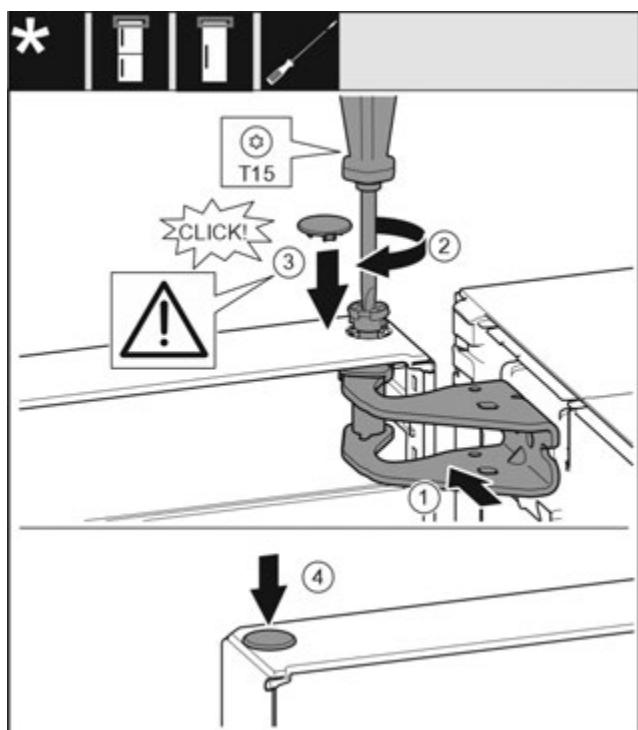

Fig. 19
- ▶ Вирівняйте дверцята зверху по отвору в опорному кронштейні. Fig. 19 (1)
- ▶ Вставте палець та закрутіть за допомогою викрутки T15. Fig. 19 (2)
- ▶ Встановіть захисну кришку для захисту дверцят: вставте захисну кришку і проконтрольуйте, щоб вона прилягала до дверцята. Якщо це не так, повністю вставте палець. Fig. 19 (3)
- ▶ Вставте пробку. Fig. 19 (4)